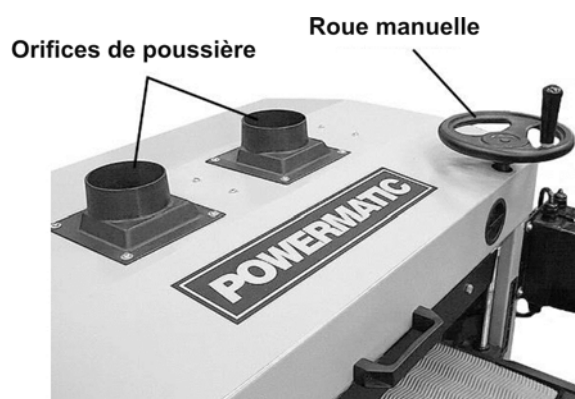

Figure 7
- Le dispositif de la roue manuelle utilisé pour le levage et l'abaissement de la table du convoyeur est conçu pour être monté et démonté rapidement. posez le dispositif de la roue manuelle dans le trou du capot (Fig. 7) et faites-le pivoter jusqu'à ce qu'il adhère totalement aux broches de la vis mère ci-dessous.
Montez les deux orifices de poussières au sommet du capot à l'aide de huit vis de 3/16 x 1/2 et de huit rondelles plates (Fig. 7).